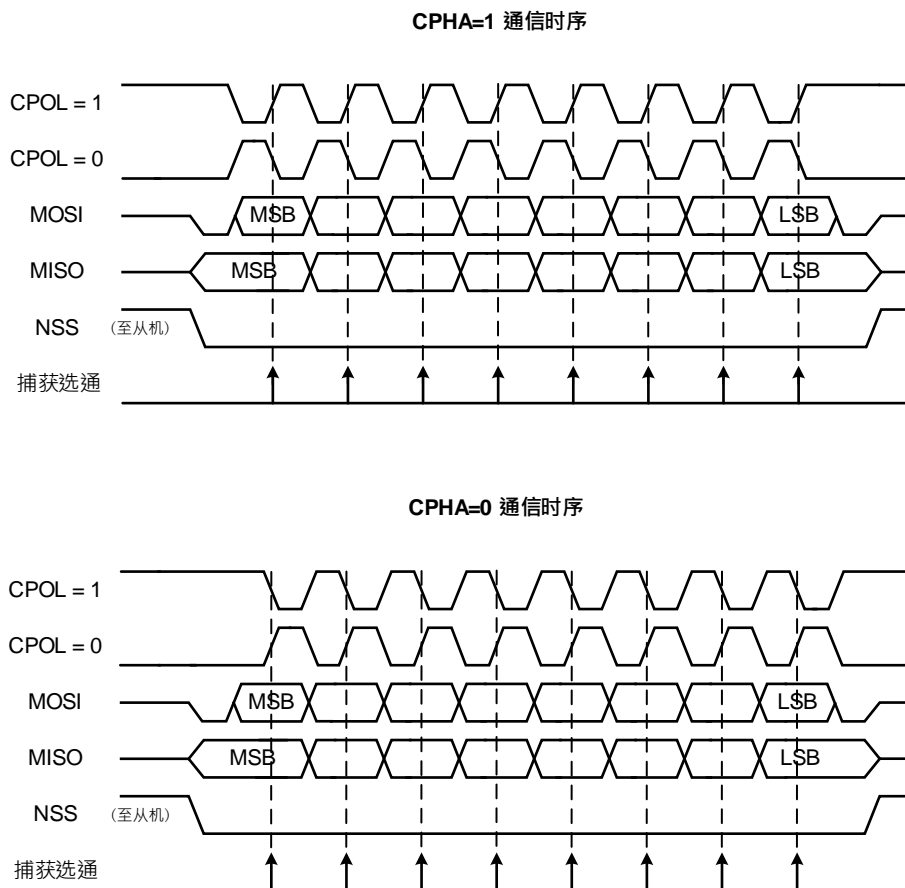

图 23-2 SPI 格式
2. 配置 **SPI\_CON1.CPOL** 和 **SPI\_CON1.CPHA** 位，以定义数据传输和串行时钟之间的关系(四种关系中的一种)(参见图 23-2)。